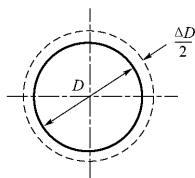

图 1-10
5. 薄圆环的平均直径为 D ,变形后的平均直径增加了 ΔD ,见图 1-10,试证明该圆环沿圆周方向的平均线应变 $\epsilon = \frac{\Delta D}{D}$ 。